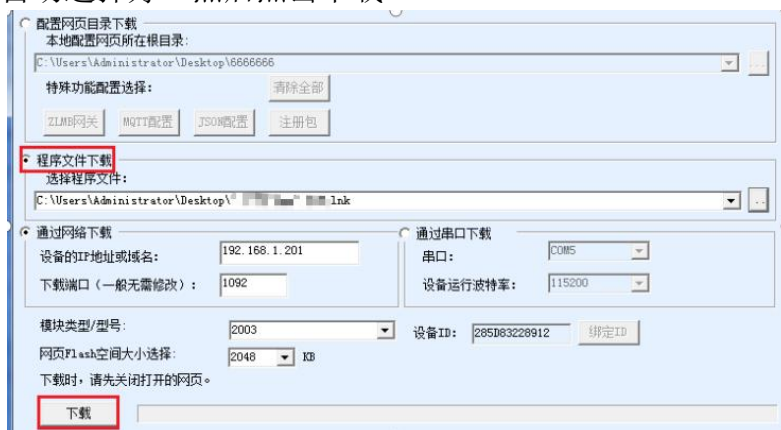

图 58 ZLAN5418H 固件升级方法
- 3 如图 58 所示，选择“程序文件下载”单选项。在程序文件中，选择固件文件。串口服务器的 IP 地址部分已经自动填写好，无需再写入，模块类型/型号已经自动选择好。然后点击下载。